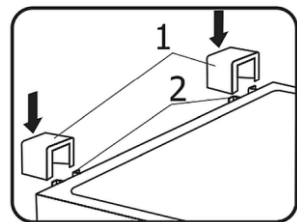

Bild 4
8. Ta de två stöden (1) och sätt in dem i styrningarna (2) längst upp på bakväggen (fig. 4).